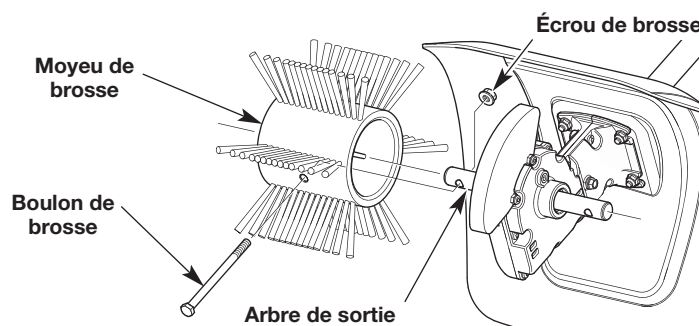

Fig. 6
4. Retirez le boulon et l'écrou de la brosse. Faites glisser les moyeux de brosse hors de l'arbre de sortie (Fig. 6).
2. Faites glisser un nouveau moyeu de brosse sur l'arbre de sortie (Fig. 6).
3. Faites tourner le moyeu de brosse pour aligner l'orifice du moyeu de brosse avec l'orifice de l'arbre de sortie (Fig. 6).
4. Insérez un boulon de brosse à travers les orifices alignés. Placez un écrou sur le boulon à brosse (Fig. 6).